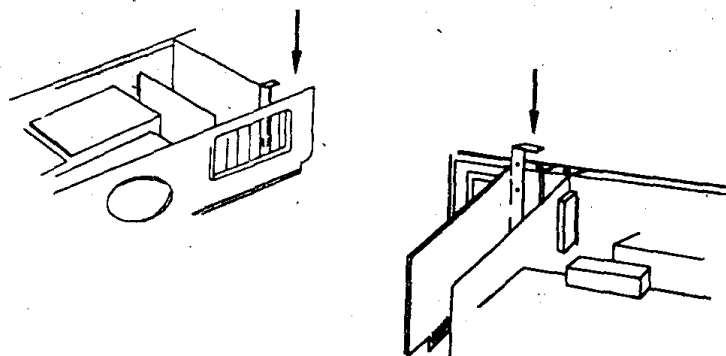

图 3-22
⑤然后安装你的显示卡，肯定该卡完全插入扩展槽里。插入从扩展槽中移开的螺钉，然后用力旋紧。（如图 3-22）
⑥如果你安装显示卡到原装的 IBM PC 机中，请遵循以下指令。如果是安装到 XT、AT、PS/2 或一些兼容计算机中，进行以下步骤。